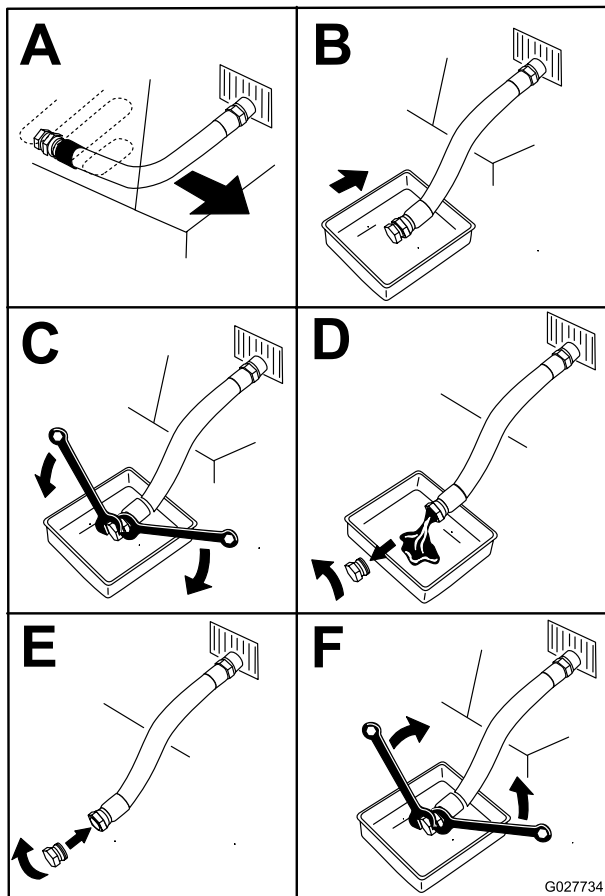

Figura 43
5. Purgue o óleo do motor (Figura 43).